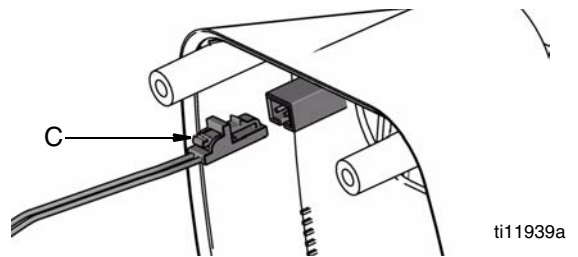

FIG. 20
10. Vuelva a conectar el conector del solenoide (C) (FIG. 20).